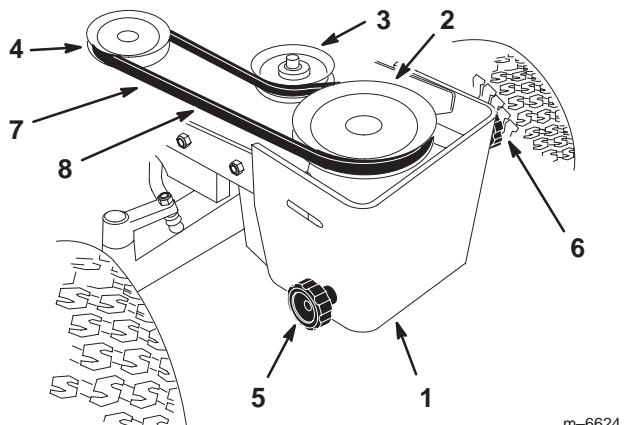

Figure 8
1. Montez la courroie de PDF sur la poule d'embrayage (Fig. 8).
2. Montez la courroie de PDF sur la poule supérieure et la poule de tension supérieure dans le bâti (Fig. 8).
3. Tournez le bouton gauche sur le bâti de poules avant pour tendre la courroie de PDF (Fig. 8). La courroie doit présenter une flèche de 13 mm.
- Tournez le bouton droit sur le bâti de poulies avant pour tendre la courroie d'entraînement du plateau de coupe (Fig. 8). La courroie doit présenter une flèche de 13 mm.